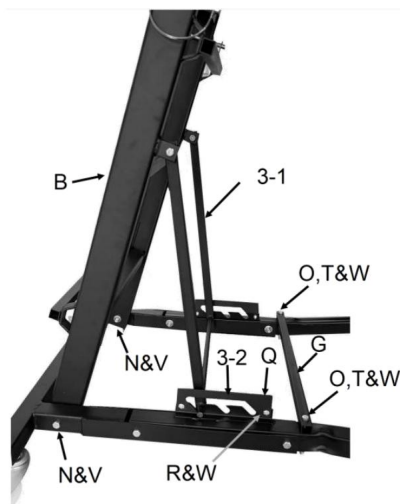

Fig. 3
3. Installeer de ladderconstructie (B) door door elk een framebout (N) te steken zijde van de basis van een borgmoer1 (V). Zwaai de hoeksteun van de ladder (Fig. 3 3-1) in de hoogteverstellingsinkepingen (3-2). Zorg ervoor de dwarsbalk stevig op zijn plaats zit.
4. Plaats de beenkruisondersteuning (G) op beide poten (E&F), waarbij de boutgaten worden uitgelijnd. Plaats een dwarssteunbout (O) door elk uiteinde van de beenkruissteun en been. Schuif een ring (T) over één bout en borg met een borgmoer 2(W). Herhaal met de andere kruissteun bout.
5. Bevestig de hoogteverstelplaat (Q).